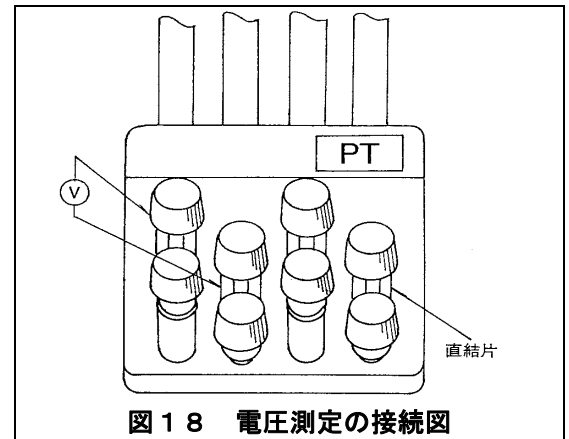
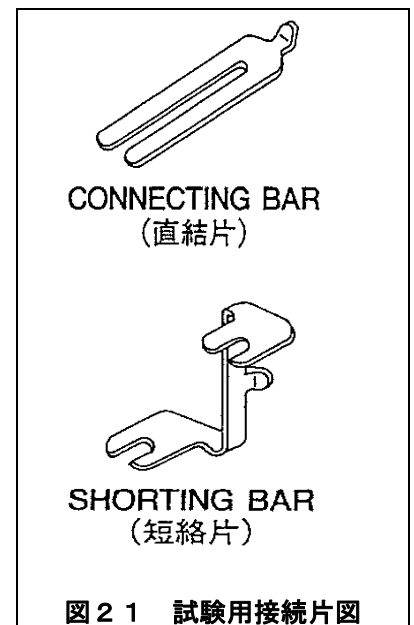

図18 電圧測定の接続図
図21 試験用接続片図
- (1) 各相とも端子番号1～2、3～4、5～6、7～8のそれぞれの端子間を図21に示す直結片で図18に示すように接続します。
- (2) 測定すべき相間の端子間に、図18に示すように電圧計を接続します。
- (3) 接続が完了したら、テストプラグをレセプタクルに挿入してください。